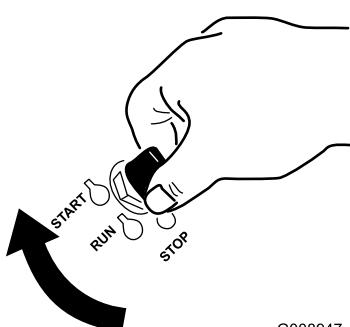

Figure 13
7. Tournez la clé de contact à la position de démarrage (Figure 13). Relâchez la clé quand le moteur démarre.